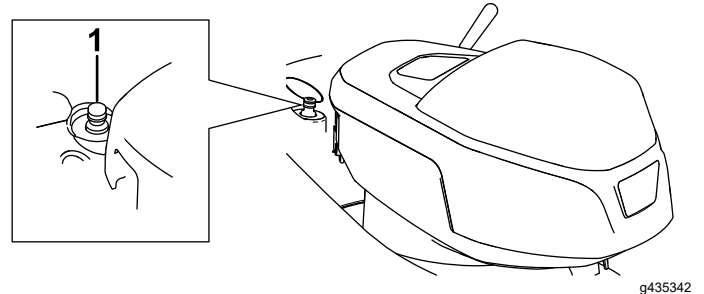

Figura 24
4. Conecte una manguera de jardín que esté conectada al suministro de agua al conector de lavado rápido (Figura 24).